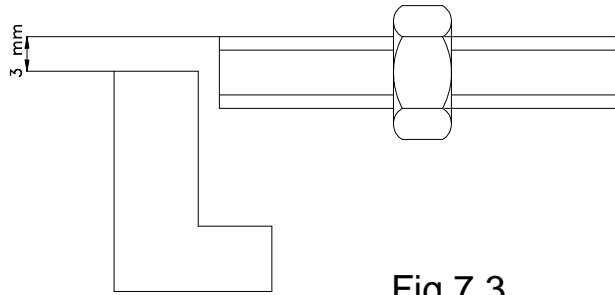

Fig.7.3
- mover el sensor en altura hasta obtener la posición indicada en Fig. 7.3